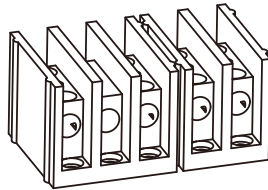

Figura 5.8 Terminal CA
1) Remova os 8 parafusos da caixa de junção do inversor e remova a tampa conforme imagem 5.7. Após remover a caixa de junção, você poderá ver os terminais do Inversor. O padrão é de 4dígitos, conforme mostrado na Figura 5.8.